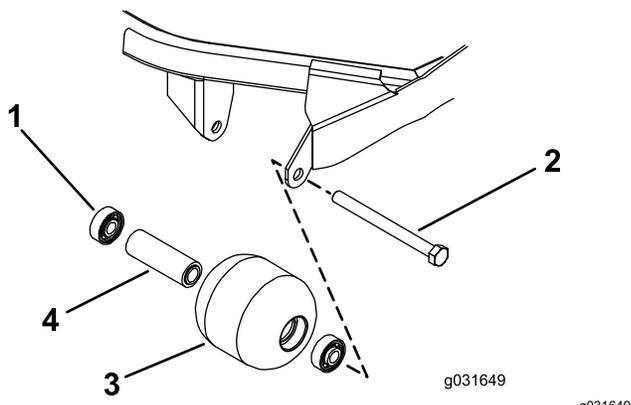

Figura 69
1. Retire el perno de montaje del rodillo (Figura 69).
- Inspeccione el alojamiento del rodillo, los cojinetes, y el espaciador del cojinete (Figura 69).
- Haciendo presión solamente sobre el anillo de rodadura exterior, o de forma igual sobre el anillo exterior y el interior, introduzca el primer cojinete en el alojamiento del rodillo (Figura 69).
- Introduzca el espaciador (Figura 69).
- Haciendo presión solamente sobre el anillo de rodadura exterior, o de forma igual sobre el anillo exterior y el interior, introduzca el segundo cojinete en el alojamiento del rodillo hasta que entre en contacto con el espaciador (Figura 69).